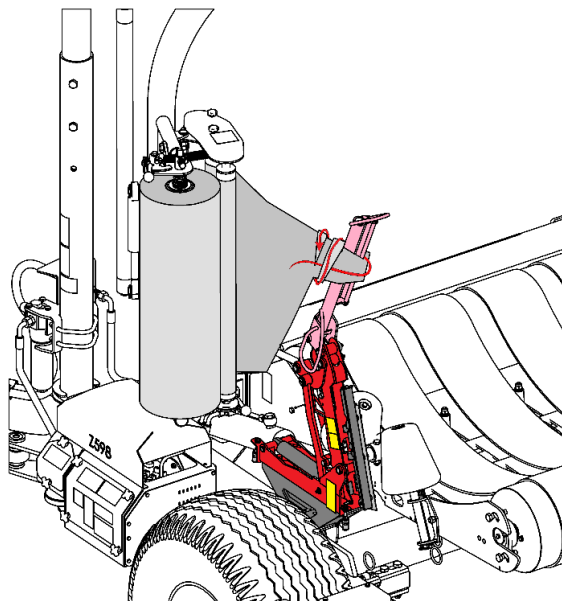

Abbildung 44. Das Anbringen der Folie am Abschneiderarm
- Das Folienband um den Greiferarm wickeln (**Abb. 44**),